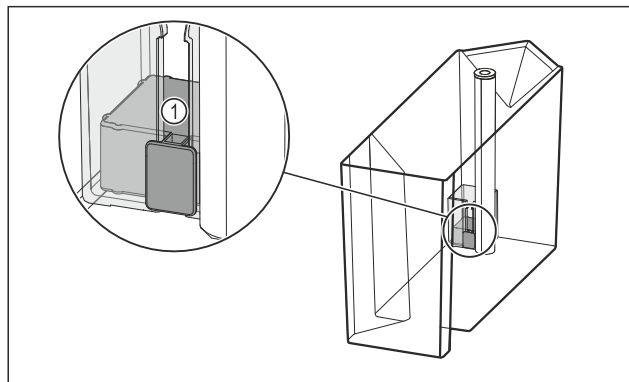

Fig. 100
- ▶ Zkontrolujte, jestli není vzpříčený plovák Fig. 100 (1). Pokud je plovák vzpříčený: